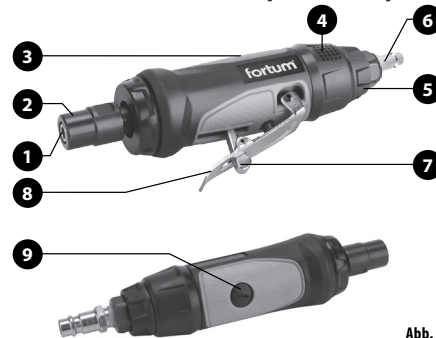

Abb.2: Position-Beschreibung
- Die Abbildung 2 beschreibt die Komponenten und Bedienelemente des Geradschleifermodells Fortum® 4795030. Das Modell Fortum® 4795031 unterscheidet sich nur durch die Erweiterung des Arbeitswerkzeugs.